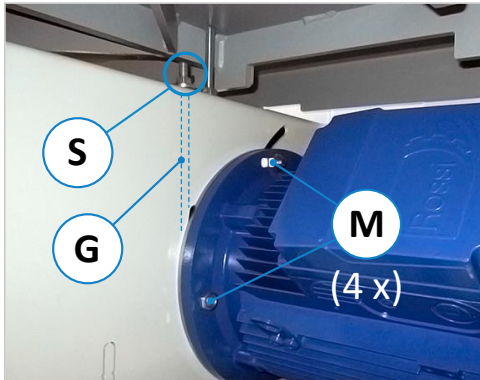

Abbildung 91: Antriebsriemen spannen
- Siehe ⇒ Abbildung 91: Die vier Motorschrauben (**M**) sowie die Spannmutter (**S**) an Gewindestange (**G**) lösen, sodass die Antriebsriemen gelöst sind.